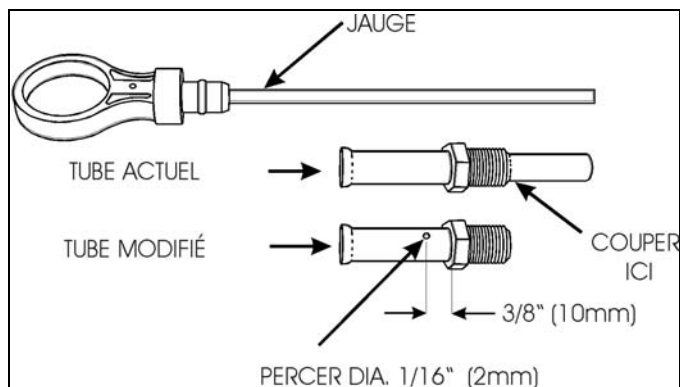

FIGURE 2 : PERÇAGE D'UN RENIFLARD
Pour éviter les pertes d'huile dues à l'augmentation de la pression interne de la boîte d'engrenages, il est suggéré de percer un reniflard dans le tube de la jauge d'huile (selon le type de jauge, voir la figure 2).
1. Retirer la jauge et enlever le tube actuel (figure 2).
3. Percer un trou d'environ 1/16" (Ø2mm) de diamètre tel que sur la figure 2.